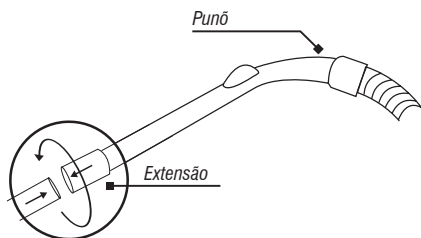

Fig. 5 – Conectando el puño al alargue
- Conecte el tubo extensor en el puño y enseguida gire para finalizar la conexión, de acuerdo a lo mostrado en la Fig. 5.